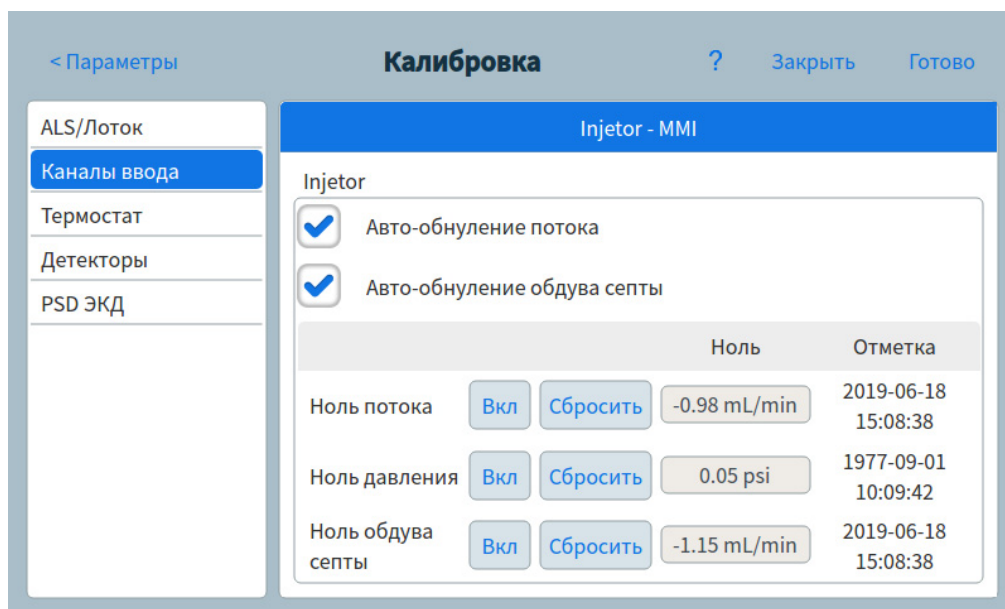

Рис. 39 Страница калибровки
- 2 Нажмите кнопку **Калибровка**. Появится страница калибровки. См. Рис. 39.